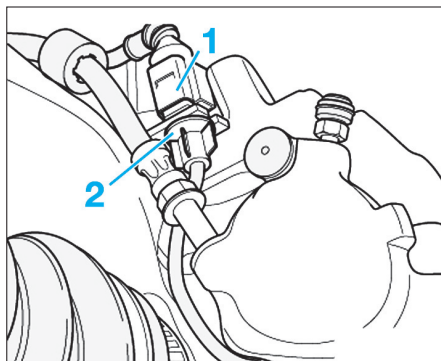

Fig. 2
- Sur les véhicules équipés d'un indicateur d'usure des plaquettes de frein, débrancher le connecteur (1) (Fig.2).
- Soulever légèrement la languette d'immobilisation située sur la partie inférieure de la fiche (2) et la tourner de 90°.